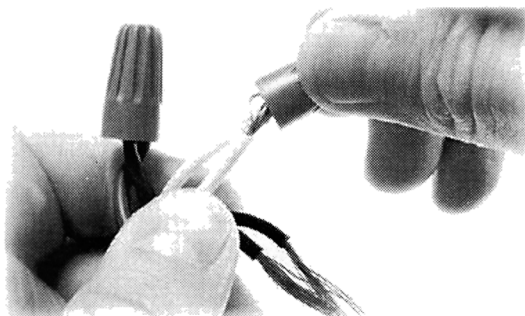

Рис. 2.20. Изоляция колпачком
**Скрутка (колпачок)** — простейший способ соединения ТПЖ небольшого сечения (рис. 2.20). Применяется, когда необходимо соединить вместе несколько концов провода. Оголенные жилы скручиваются вместе, колпачок скрутки навинчивается на них.